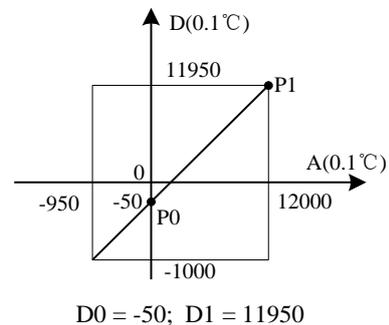

图 3-3 特性更改实例
(3) 若更改通道的 D0、D1 数值，即可更改通道特性。如实际使用时 VC-4TC 测量值偏高 5°C(41°F)时，通过设定特性调整的两点 P0(0,-50), P1(12000,11950)可消除误差，参见图 3-3 实例。